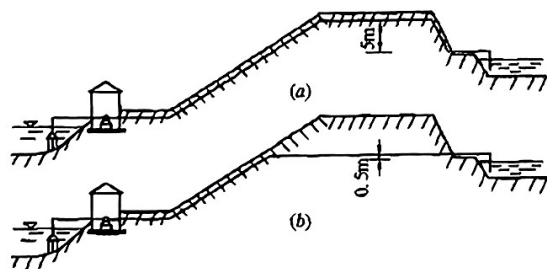

图 2-111 取水泵房管道走向比较
10. 某取水工程进行初步设计时, 泵的压水管路可能有两种走向, 如图 2-111 (a) 及 2-111 (b) 所示。试问:
(2) 如果在图 2-111 (a) 的布置中, 将最高处的管道改为明渠流, 对泵工况有何影响? 电耗有何变化? 为什么?